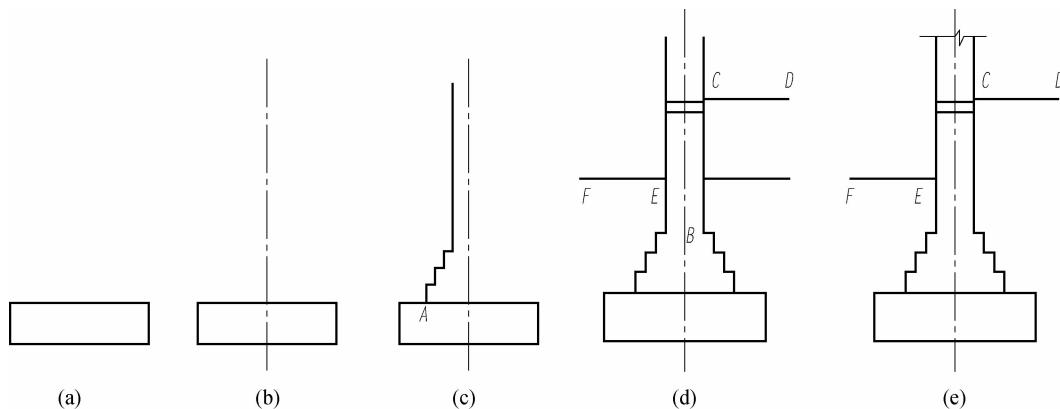

图 3-42 基础详图外轮廓的绘制
(4) 选择“粗实线”图层,用“矩形”命令绘制长为 1 000 mm、宽为 300 mm 的矩形,如图 3-42(a)所示;然后选择“中心线”图层,在矩形中心下方的适当位置找到起点,向上绘制中心线,如图 3-42(b)所示;用“捕捉自”命令确定 A 点,用“直线”命令绘制左半部分,如图 3-42(c)所示;将左半部分镜像后得到右半部分,以 B 点为参考点用“捕捉自”命令绘制线段 CD,然后向下偏移 500 mm,再镜像得线段 FE,如图 3-42(d)所示;最后删除偏移的那条线,结果如图 3-42(e)所示。